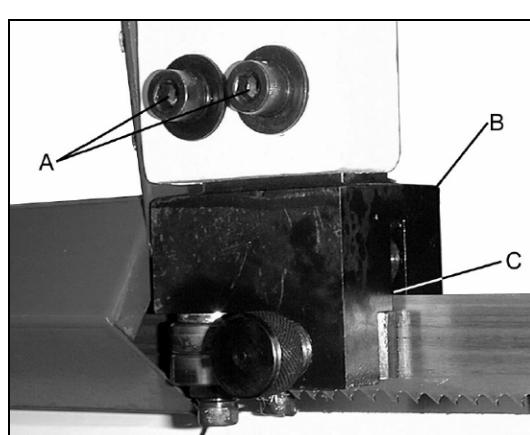

Рис.11
Ослабьте винты (A, рис. 11) и установите задний ролик на расстояние примерно 0,1 мм от спинки пильного полотна (C).
Ослабьте твердосплавные направляющие полотна (A, Рис. 11), ослабив винты (B). Отодвиньте направляющие от полотна.
Затягивание заготовки производится с помощью маховика тисков (A, рис. 11).